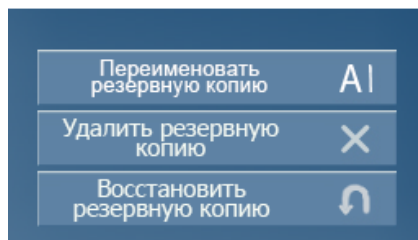

Рис.9.1.2
При нажатии на кнопку (поз.5 или поз.8) будет выведено контекстное меню (рис.9.1.2) для выполнения операций с резервными копиями.
5. Для операций с резервными копиями нажмите на кнопки (поз.5. или поз.8) для вывода контекстного меню (см.рис.9.1.2);